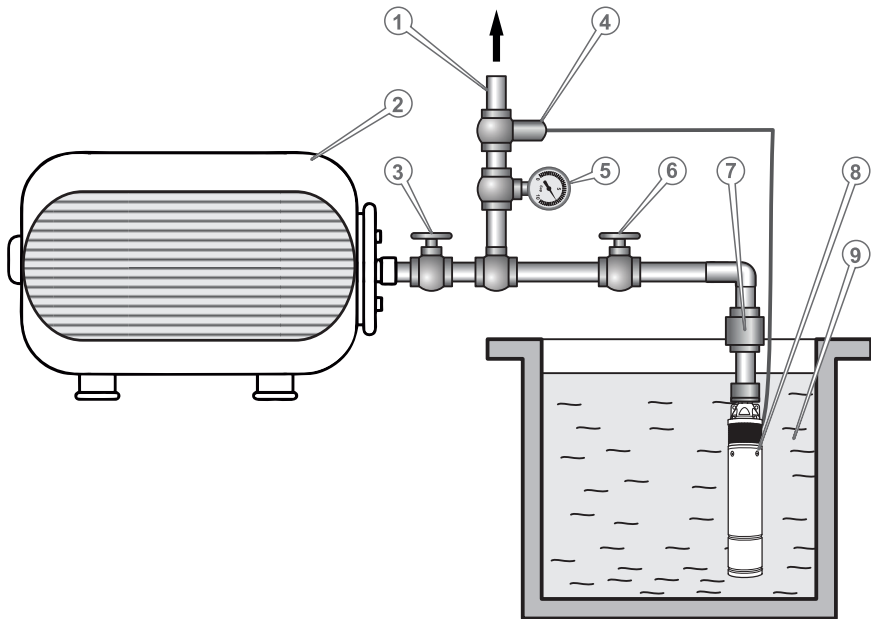

Рисунок 3. Схема монтажу гідроакумуляторів для моделей «UTH 24», «UTH 50», «UTH 100», у систему водопостачання з глибинним насосом.
Для монтажу виробу має бути розроблений проєкт з урахуванням особливостей конкретного місця використання згідно з рис. 3, 4, 5, 6.
4. Переконайтеся, що внутрішній тиск повітря виробу відповідає технічним характеристикам виробу 1,5-2,0 бар (0,1-0,2 МПа). За необхідності треба додати тиск звичайним пневматичним насосом через повітряний клапан (8, рис. 1) для моделей «УТН24», «УТН50», «УТН100», та (7, рис. 2) для «УТВ100» або стравити. Зміну тиску повітря проводити на порожньому гідроакумуляторі без води з використанням манометра (5, рис. 3, 4).
- під'єднати трубопровід з вхідним запірним краном (3, рис. 3) до суцільного фланця із штуцером (3, рис. 1);
- по чергово під'єднати: напірну трубу від насоса зі зворотним клапаном системи водопостачання (7, рис. 3), вхідний запірний кран системи водопостачання (6, рис. 3), манометр (5, рис. 3), реле (контролер) тиску (4, рис. 3) до патрубків побутового водопроводу (1, рис. 3).